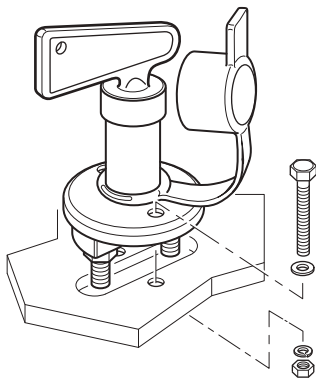

Afb. 43
- Kies een geschikte inbouwmogelijkheid voor de accuscheidingsschakelaar (zie inbouwvoorbeelden (Afb. 43) (Afb. 44)).